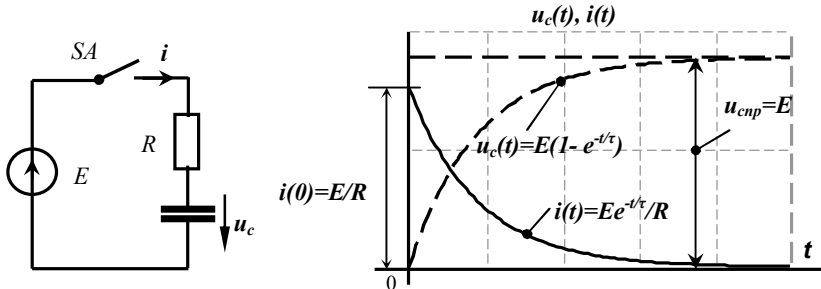

Рис. 5.1. Схема исследования и графики $u_c(t), i(t)$ переходных процессов заряда конденсатора
1.4. Как изменятся кривые заряда (рис. 5.1) при: а) увеличении ёмкости C в 2 раза? б) увеличении сопротивления R в 2 раза?
2. Ознакомиться с устройством стенда и измерительных приборов. На рис. 5.1 представлены простейшая схема исследования и графики $u_c(t), i(t)$ переходных процессов заряда конденсатора.